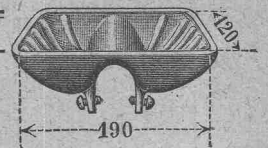

Fig. Z 840
- Fig. Z 840 Seifenschalen, zur Befestigung an der Zuflußleitung . . . . . „ 4,25